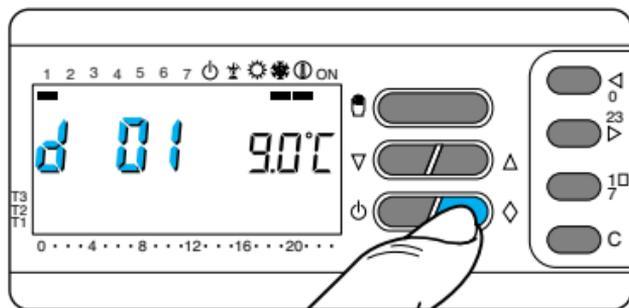

Fig. 58
10.5 - Premere due volte il pulsante \diamond (fig. 58).